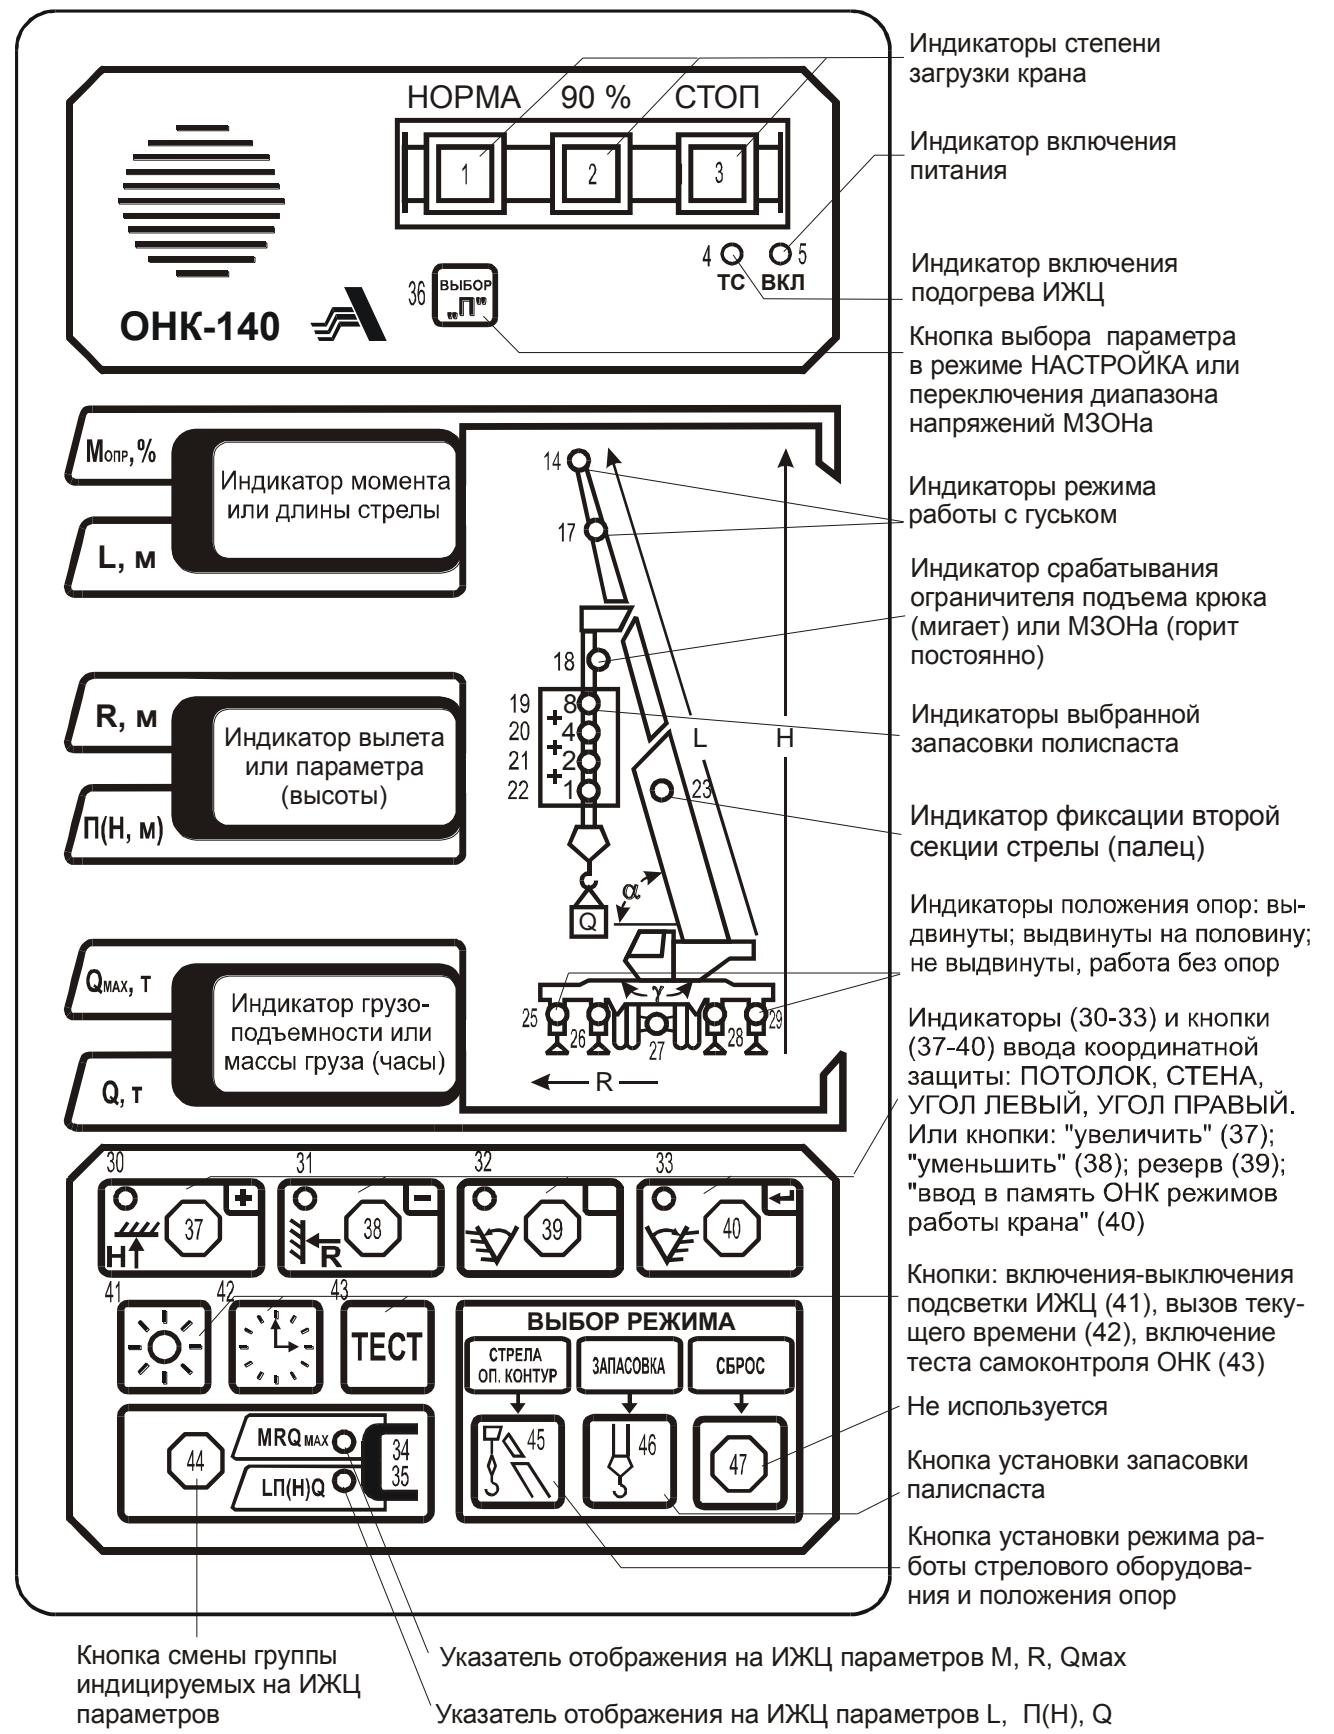

Рисунок 5 - Лицевая панель ОНК
1.4.4 Управление работой ограничителя [ввод режимов работы крана и (или) параметров координатной защиты, индикация режимов работы и (или) рабочих параметров крана] осуществляется с лицевой панели БОДа (см. рисунок 5).